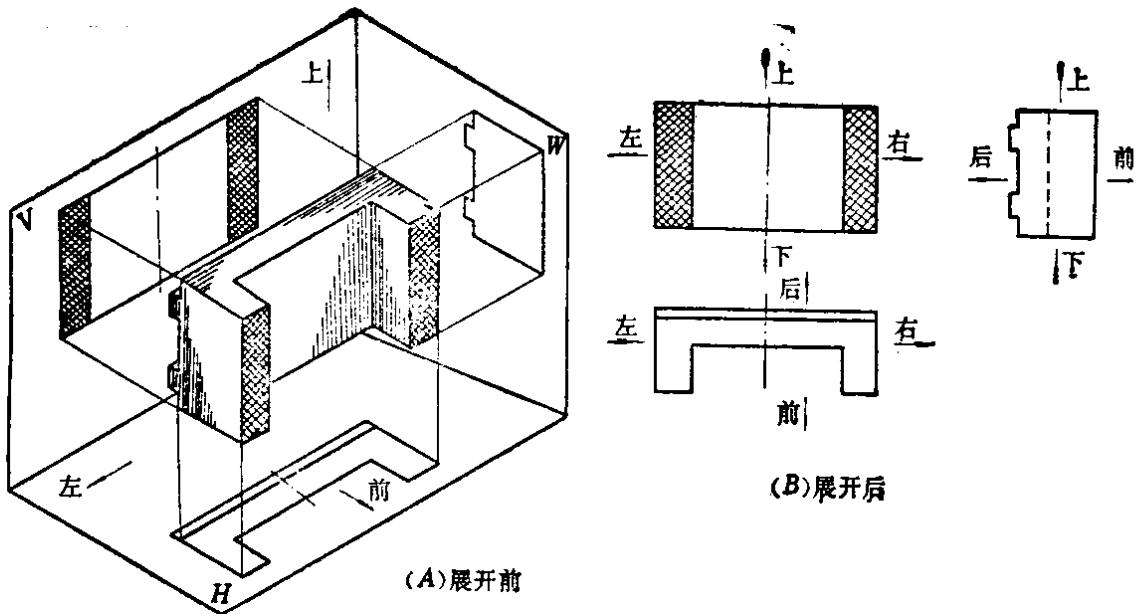

图 1-4 视图和实物的方位对应关系
(2) 三视图所反映的方位是(见图1-4(B))：主视图反映实物的上下和左右关系；俯视图反映实物的左右和前后关系，除左右和主视图一致外，下边是前面，上边是后面；左视图反映实物的上下和前后关系，除上下和主视图一致外，右边是前面，左边是后面。总之，在俯视、左视图上，远离主视图的那一边，都是表示实物的前面。